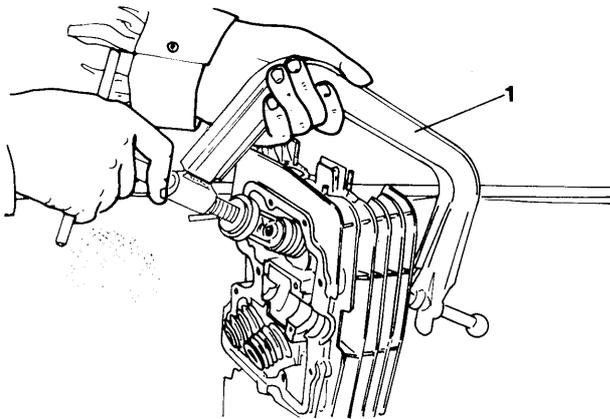

Bild 43 Ventile mit einer Ventilefederzange (1) entfernen.
- Die Ventilsfedersplinte, Anschlagstücke, Federn und Ventile entfernen (Bild 43). Dazu braucht man ein Werkzeug, mit dem man die Ventilsfedern so weit vorspannen kann, dass die Keile zwischen Ventilschaft und Ventilsfeder herausgenommen werden können.